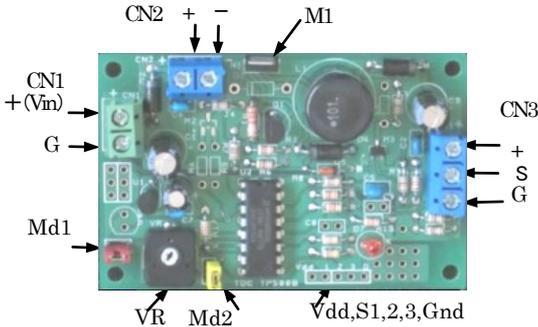

図1 DDC500 基板と端子名
- 最大出力電流付近での長時間動作では条件によってはトランジスタM1(図1、2)が発熱しますので放熱対策をお願いします。